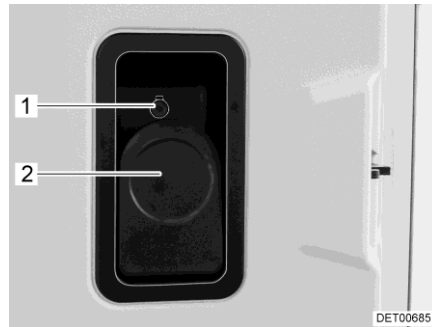

Fig. 29 Serrure de la porte (porte cellule à l'intérieur)
- Tirer le levier (Fig. 29,2).
- Enfoncer le bouton de sécurité (Fig. 29,1).